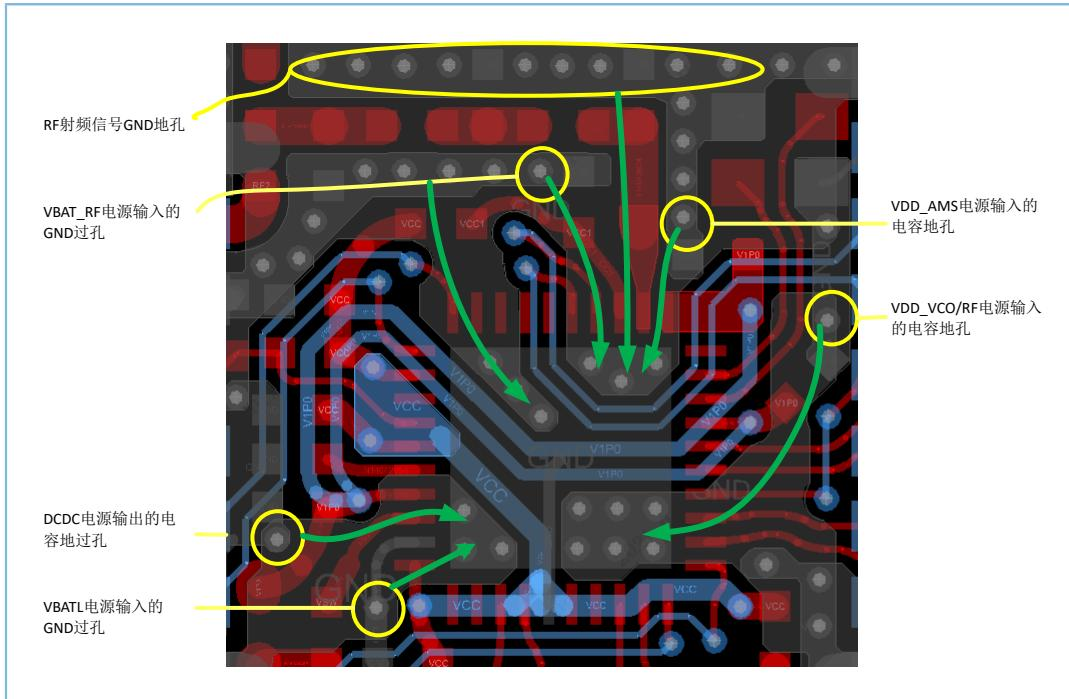

图 4-14 QFN40电源和GND走线参考设计
2. 图 4-14 为以QFN40封装为例的电源和GND走线参考设计，黄色圈出的GND过孔主要为电源和RF信号回流路径的过孔。这些GND过孔需要通过BOTTOM面的铜皮与芯片散热PAD连接，且保证足够宽且路径短（如图 4-14 中绿色箭头所示）。